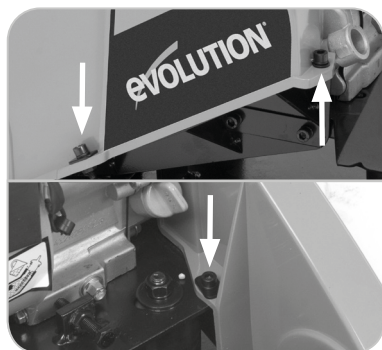

Fig. 18
- Îndepărtați protecția curelei prin scoaterea celor trei (3) șuruburi în formă de cap de cheie (**Fig. 18**) folosind o cheie imbus și o cheie de buloane (nefurnizate) și depozitați-o în siguranță pentru utilizarea ulterioară.